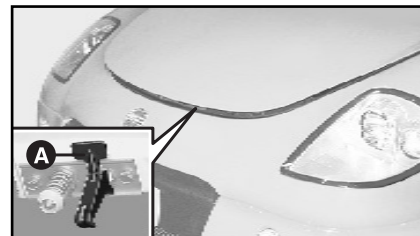

fig. 73
2) Premere sulla levetta **A**-fig. 73